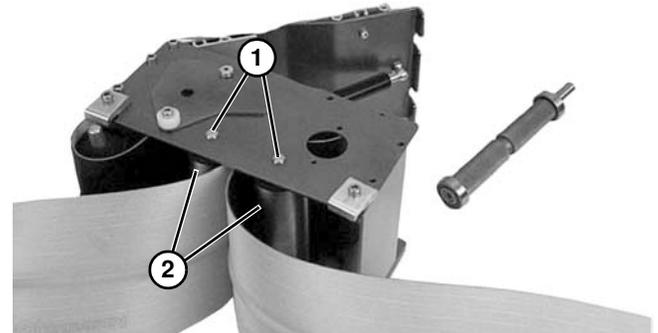

Figura 70
- En el caso de un transportador de 127 mm o una anchura mayor, presione ambos lados de cada eje de muelle (**Figura 70, artículo 1**). Saque las poleas (**Figura 70, artículo 2**).